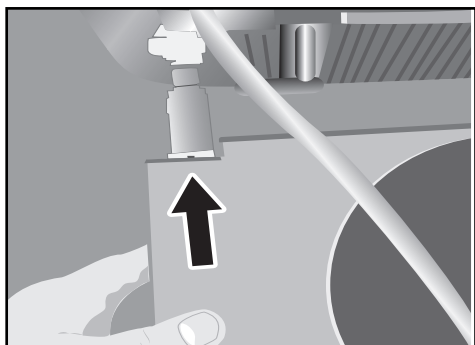

Fig.37
- Placer le réservoir d'eau externe sur le plateau de support en vous assurant que l'adaptateur de raccord rapide est aligné avec le raccord rapide à l'arrière du cabinet. Voir la *fig. 37*.